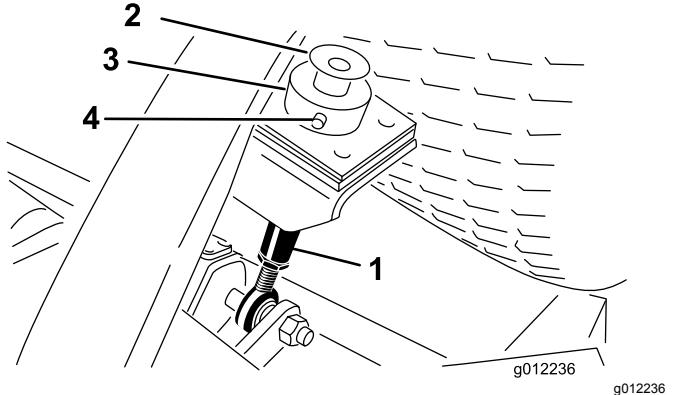

Bild 20
2. Nehmen Sie die Schraube und die Scheibe ab, die oben an jeder Schnithöhenstange befestigt ist (Bild 20).
3. Nehmen Sie den Lastösenbolzen und den Splint ab, mit denen der Schnithöhenstellring hinten am Mähwerk an der Schnithöhenstange befestigt ist (Bild 20). Nehmen Sie den Schnithöhenstellring ab.